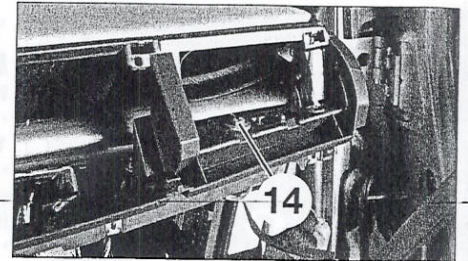

FIGURA 9-30
- Desmontar el tornillo de fijación derecho del salpicadero (14) (**figura 9-30**).